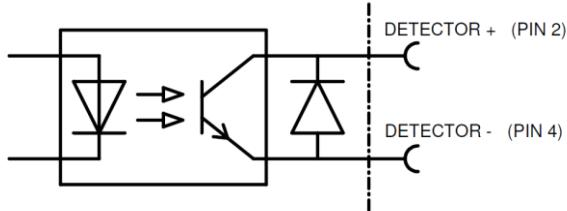

Abbildung 4, Anschlüsse am Perfomaster
- Schließen Sie das Netzteilkabel am Netzteil an gemäss Abbildung 4.